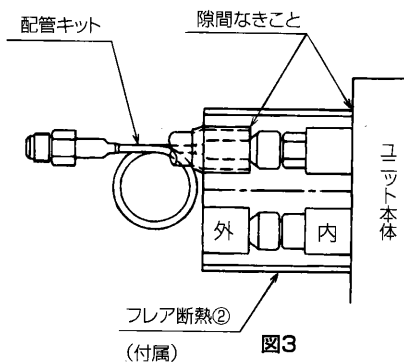

図3
注) フレア断熱②の内側には、“内”“外”と表示しています。“内”と表示されている方をユニット本体に、“外”と表示されている方を配管キット①側に取り付けてください。(図3参照) 接合部は隙間なきよう確実にシールしてください。又、接合部は必ず上にして取り付けてください。